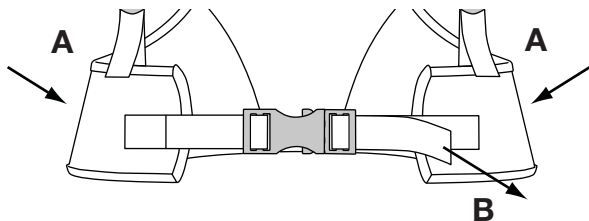
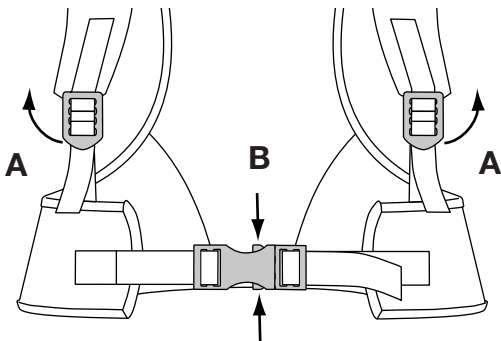

Fig. 18
Fig. 19
NOTA: Asegúrese de que los soportes de la cintura soporten el peso de la unidad sobre las caderas (Fig. 18, A).
3. Si el peso no cae sobre las caderas, afloje los soportes de los hombros (Fig. 19, A) y tire de la manija de los soportes de la cintura (Fig. 18, B) para apretarlos. Ajústelos hasta que el peso de la unidad descansa sobre las caderas.
1. Para desconectar los soportes de los hombros, tire hacia arriba de la lengüeta inferior de las hebillas de los soportes de los hombros (Fig. 19, A).
2. Apriete la parte superior e inferior de las presillas de los soportes de la cintura para zafar los soportes de la cintura (Fig. 19, B).